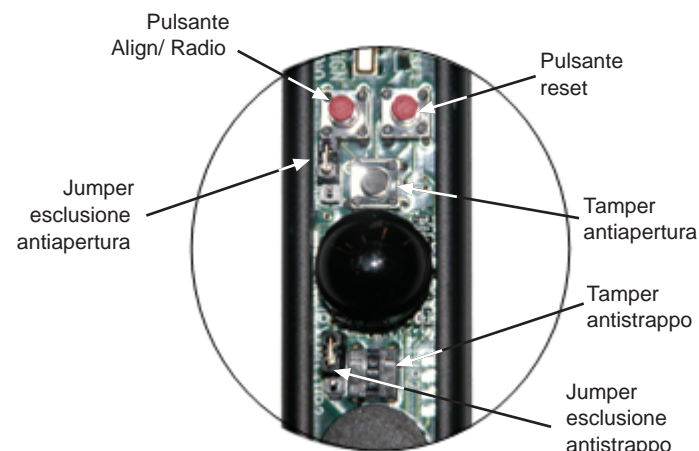

Fig. 5
Se non si vuole usare il tamper antistrappo controllare che sia inserito il jumper NO TMP2. Se non si vuole usare il tamper antiapertura controllare che sia inserito il jumper NO TMP1 (Fig. 5);
- premere il pulsante di RESET presente sulla scheda Slave (Fig. 5);
- premere il pulsante di RESET presente sulla scheda Master, il buzzer emetterà 4 Bip (Fig. 5);
- premere il pulsante ALIGN/RADIO sulla barriera MASTER prima che sia stato emesso il quarto Bip (Fig. 5);
- verificata la funzionalità dei raggi premere sulla scheda MASTER il pulsante RESET, per uscire dalla modalità allineamento (Fig. 5);